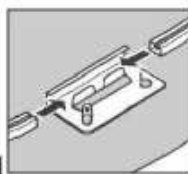

fig. 11
- Emboîter les profilés inférieurs recourbés dans les plaques de base. Laissez un espace de +/- 12 mm (Foto. 1 fig. 11,12) entre les extrémités des profilés inférieurs.